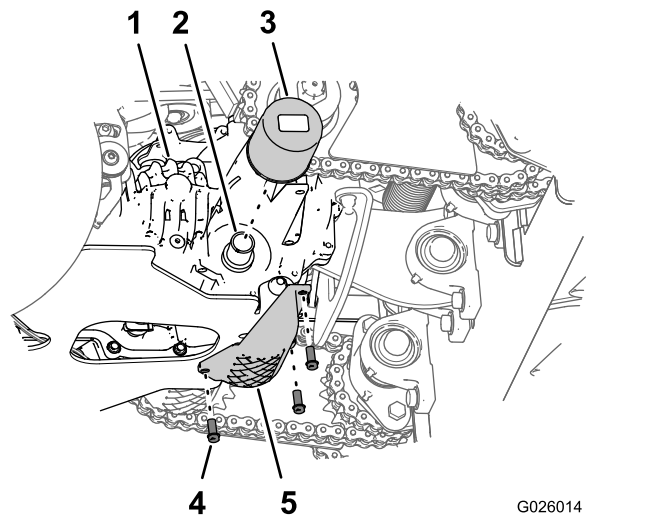

Figura 58
3. Retire los 3 pernos con arandela prensada (1/4" x 3/4") que sujetan el protector del filtro a la transmisión y retire el protector (Figura 58).
4. Limpie la zona alrededor del filtro de la transmisión (Figura 58).
6. Gire el filtro en sentido antihorario y retire el filtro (Figura 58).
8. Para instalar el filtro, gírelo en sentido horario en el adaptador del filtro hasta que la junta entre en contacto con el adaptador, luego apriete el filtro entre 3/4 de vuelta y 1 vuelta más (Figura 58).
9. Instale el protector del filtro con los 3 pernos con arandela (1/4" x 3/4") que retiró en el paso 3 (Figura 58) y apriete los pernos a 1117-1243 N·cm (90-110 pulgadas-libra).